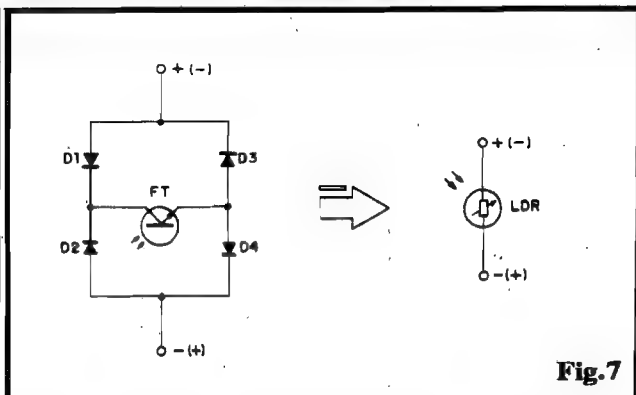

Fig. 7
- FIG. 7 - "FAZENDO" UM LDR COM UM FOTO-TRANSÍSTOR - Se o circuito ou aplicação permitir que ignoremos as diferenças de gama, impedância e faixa espectral, é possível improvisar um LDR a partir de um foto-transistor, tornando este não polarizado pela sua simples inserção no "meio" de uma conhecida ponte
comportamento, sensibilidade e faixa de atuação do sistema... Explicando, agora, a razão de terem sido sugeridos os dois TIL78 (juntos com o par de diodos 1N4004...) e não - por exemplo - um simples LDR: de qualquer forma, para atuar sob CA, teríamos que utilizar um foto-sensor não polarizado, o que - a princípio - recomendaria, um LDR... Acontece que os LDRs, normalmente, não podem trabalhar sob Tensões tão elevadas em seus terminais, quanto o fazem os foto-transistores (e - no circuito em questão - essas Tensões são consideráveis...). Assim, o "truque" de "serrar" dos foto-transistores, um "pra lá" e um "pra cá", "paralelando-as" com dois diodos (estes, um "pra cá" e outro "pra lá", nada mais faz do que improvisar um eficiente foto-transistor capaz de trabalhar indiferentemente à polaridade momentânea da Tensão (condição óbvia de um circuito sob C.A.) e que - graças às suas características, - pode "suportar" Tensões relativamente elevadas, sem grandes problemas... Observando atentamente, o Leitor/Hobbysta notará que cada um dos TIL78 apenas atua em um dos semi-ciclos da C.A., sendo que no "outro" semi-ciclo, o acesso da Corrente ao dito foto-transistor fica automaticamente bloqueado pela presença do diodo "da vez", e assim alternadamente, exatamente como queremos...! Os Leitores mais atentos, logo terão percebido que o arranjo (dois foto-transistores/dois diodos) é uma outra forma de "fazer" uma espécie de "LDR", comparável com o "truque" já mostrado lá na fig. 7... Essa dualidade apenas comprova algo que sempre dizemos por aqui: em Eletrônica, há sempre mais de uma maneira de se obter determinado ou desejado comportamento ou funcionamento de circuitos e componentes! Ter a sensibilidade, o feeling para situar-se na melhor dessas maneiras é o que difere o projetista criativo daquele que só sabe se guiar pelos Manuais e Fórmulas que aprendeu na Escola...!